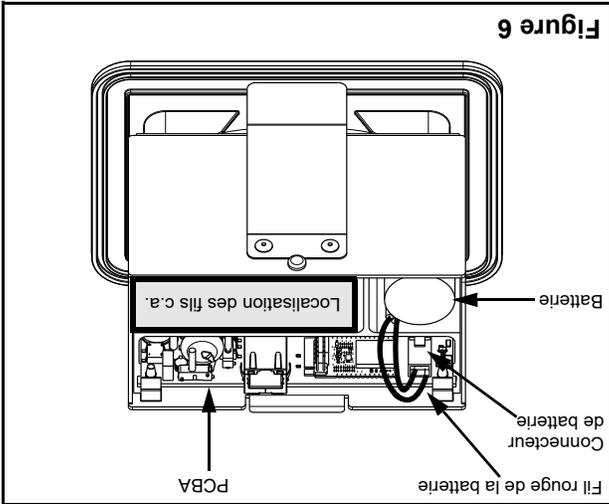

Figure 6
- Observer la polarité du connecteur et encliquer le connecteur dans la carte imprimée (PCBA), le fil rouge face au rebord externe de l'unité (figure 6).
- Reinstaller le couvercle du boîtier arrière, s'assurer que les fils c.a. sont à l'intérieur du compartiment, comme à la figure 6.
- Observer la polarité et encliquer le connecteur dans la carte imprimée (PCBA), le fil rouge face au rebord externe de l'unité (figure 6).